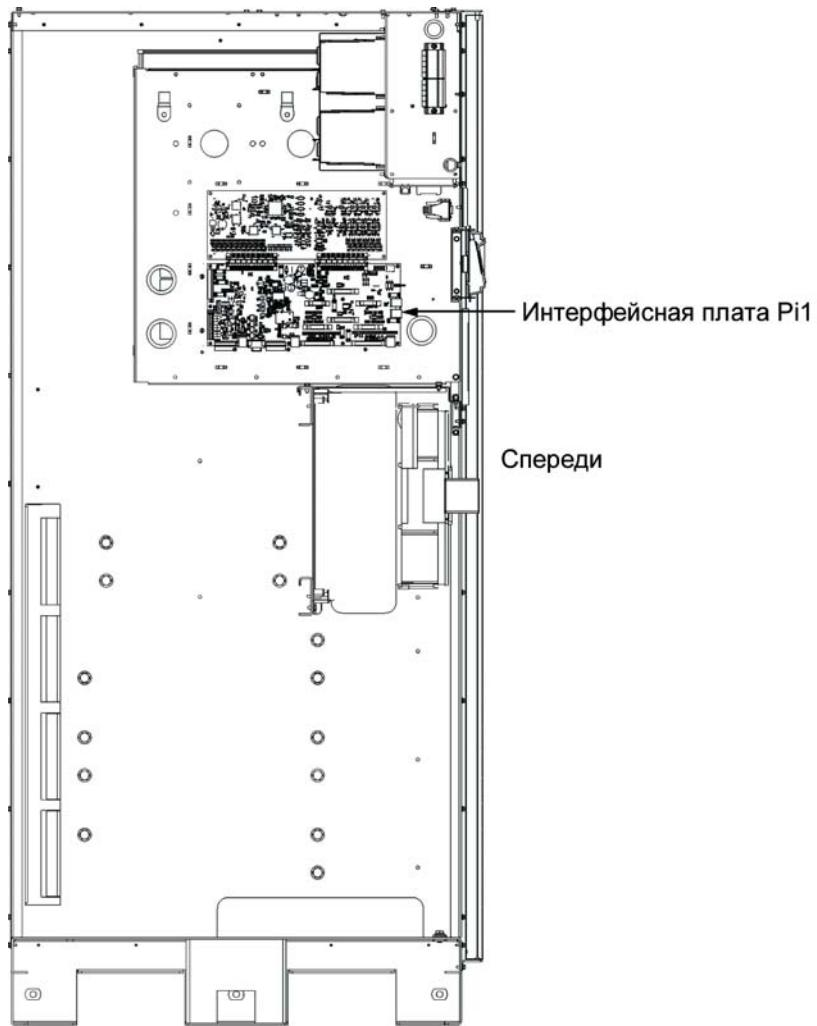
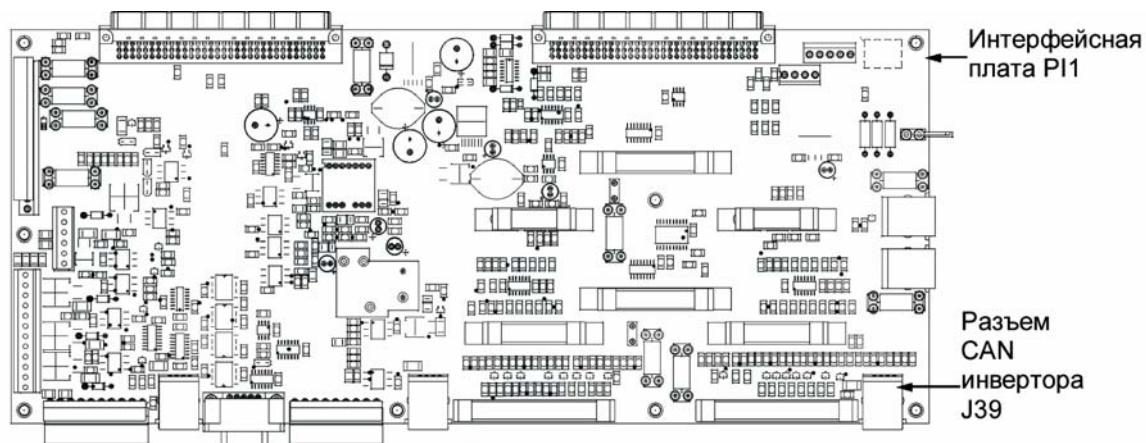

Рис. 4-12. Расположение интерфейсной платы PI1
Рис. 4-13. Расположение J39 на интерфейсной плате PI1
21. В секции ISBM найдите на интерфейской плате PI1 инверторный разъем J39 CAN и подключите кабельный разъем RJ45 CAN к разъему J39 (см. Рис. 4-12 и Рис. 4-13 на стр. 48).